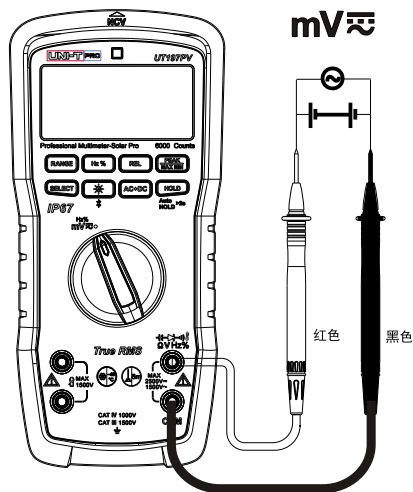

图8
4. 交流mV档测量 (图8)
5. 直流mV档测量 (图8)